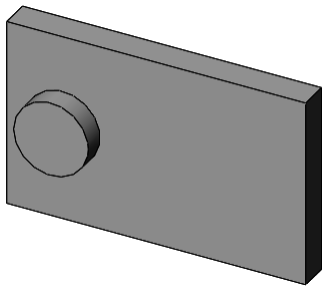

图 5-5 零件实体模型
- [1] 打开初始文件“Z5L2.prt”，零件实体模型如图 5-5 所示。